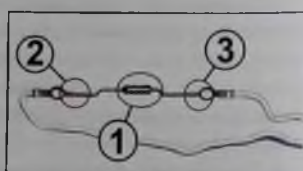

Рис. 19
8. Аккуратно вынимают выводы старого термомпредохранителя (1 на рис. 19) с клемм (2 и 3) подключения. Формируют выводы нового термомпредохранителя аналогично старому и устанавливают его взамен вышедшего из строя. Соединение выводов термомпредохранителя с клеммами подключения проводов подачи питания выполняют опрессовкой.